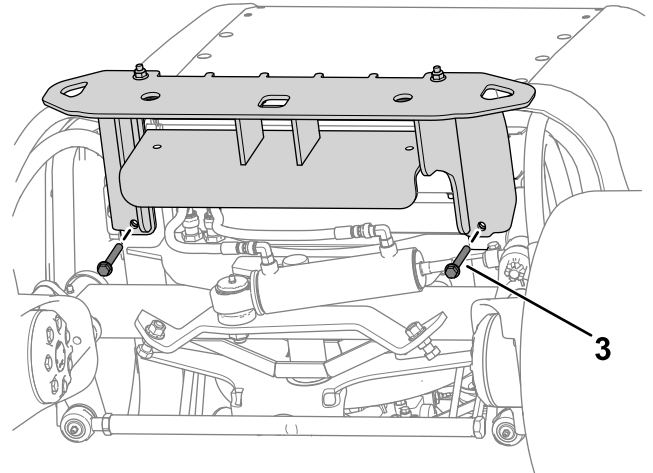

Figure 14
2. Avec 4 boulons ( $\frac{3}{8}$ " x  $3\frac{1}{4}$ " ) et 4 écrous ( $\frac{3}{8}$ " ), fixez la partie supérieure du pare-chocs au cadre de la machine (Figure 14).
3. Avec 2 boulons ( $\frac{3}{8}$ " x  $2\frac{3}{4}$ " ) et 2 écrous ( $\frac{3}{8}$ " ), fixez le pare-chocs sous le cadre de la machine (Figure 14).